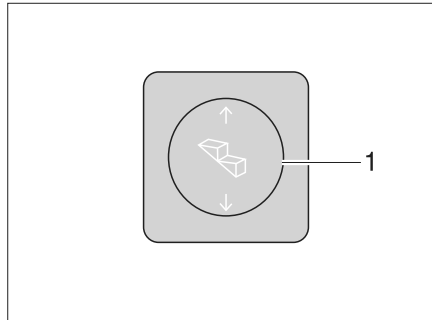

Bild 1 Bedienschalter Eintrittstufe (Abb. ähnlich)
- Ausfahren:** ■ Wippschalter (Bild 1,1) unten drücken, bis die Eintrittstufe vollständig ausgefahren ist.
- Einfahren:** ■ Wippschalter (Bild 1,1) oben drücken, bis die Eintrittstufe vollständig eingefahren ist.